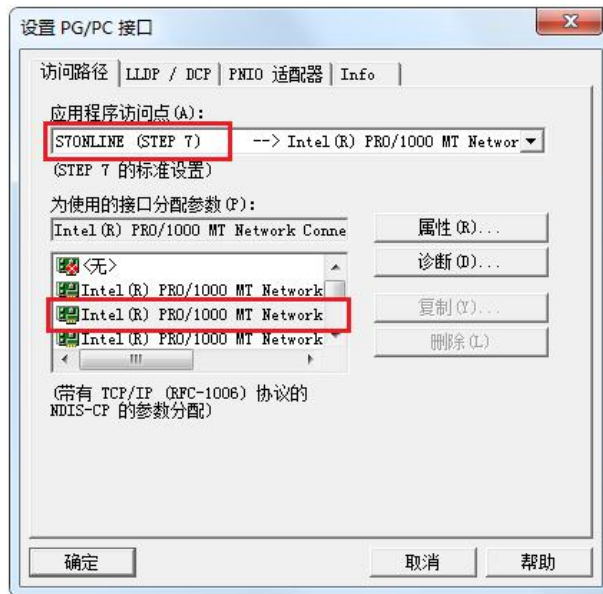

图 2-9 设置 PG/PC 接口
在“设置 PG/PC 接口”对话框中选择应用程序访问类型，所选择的类型需与建立连接时 HMI 设备访问点一致，本文档中选择“S7ONLINE（STEP 7）”；选择访问点后，需要为该访问点分配通信接口，本文档使用网卡“Intel(R) PRO/1000 MT Network Connection. TCPIP.1”，用户需根据实际使用情况选择网卡，最后单击“确定”按钮。如下图 2-9 所示。